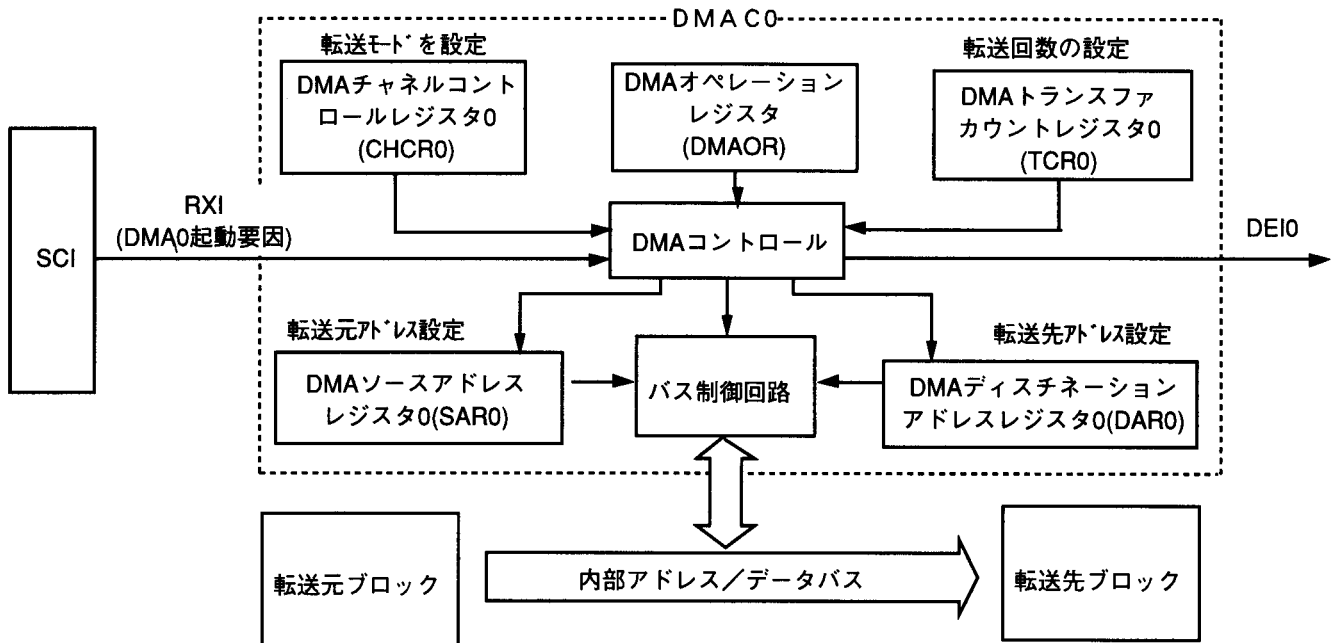

図2.11.6 DMA/ch0ブロック図
(C) 図2.11.6に本タスク例で使用するDMAC/ch0のブロック図を示します。本タスク例はDMAC/ch0の以下の機能を使用してブロック転送を行います。